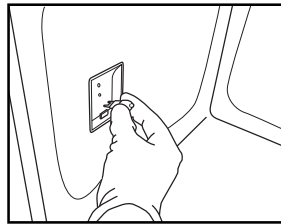

Fig. 8
4. Skift ut pæren (se type i anmerkning) (fig. 8).